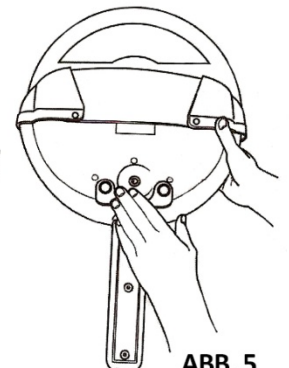

ABB. 5
- 4** Zur Arretierung die Verriegelungsstange ganz herunter-drücken. Ihr AUTOLOCK Lenkradschloss ist nun sicher am Fahrzeug installiert. **(ABB. 5)**